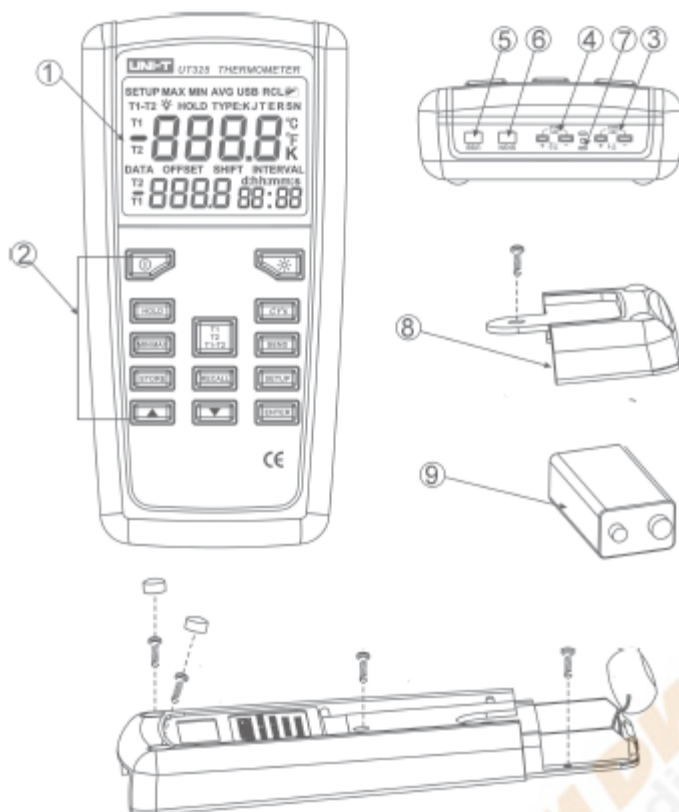

Рис. 1
- Рисунок 1 и таблица 3 описывает компоненты.